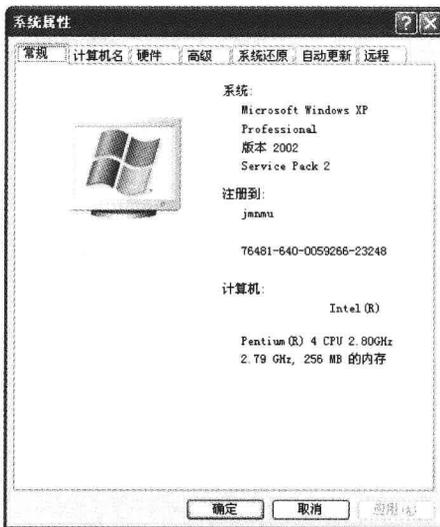

图 1.2.1 “系统属性”对话框
(1) 在 D 盘下新建“LM\_LICENSE”文件夹。
(2) 用鼠标右键单击“我的电脑”, 从弹出的快捷菜单中选择“属性”, 出现“系统属性”对话框, 如图 1.2.1 所示。